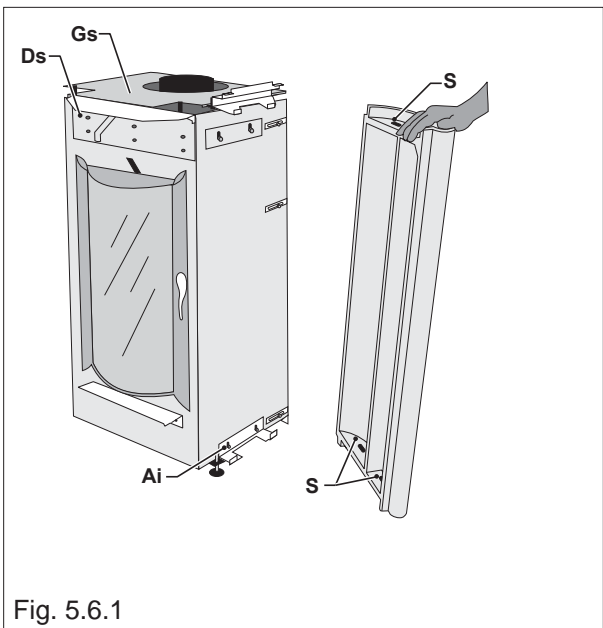

Fig. 5.6.1
**MONTAGES DES COTES EN CÉRAMIQUE (OLIVIA) (FIG.5.6.1)**
- 1) enlever la grille GS; monter les côtés selon les instructions indiquées ci-dessous et, une fois que vous avez également fixé le bandeau haut, fixer de nouveau la grille GS. Dans la partie intérieure des deux côtés courts ils sont dotés de rainures spéciales (S) pour leur fixation au poêle. (Fig.5.6.1).
#### **MONTAJE DE LOS COSTADOS DE CERÁMICA (OLIVIA) (FIG.5.6.1)**